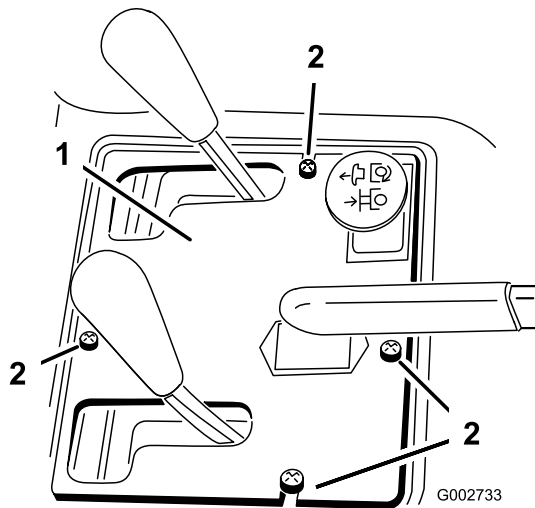

Figura 37
2. Îndepărtați cele 4 uruburi care fixează panoul de comandă pe cadru (Figura 37).